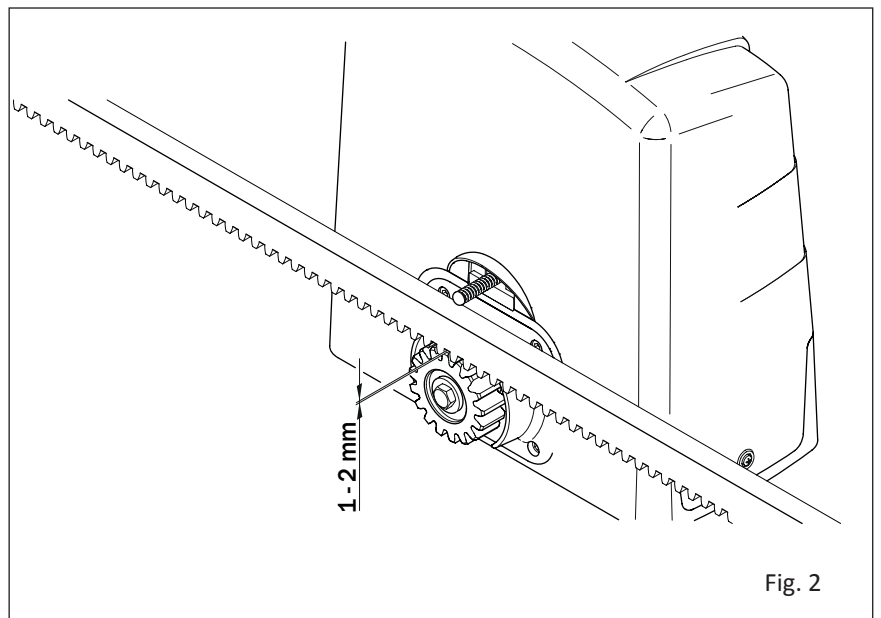

Fig. 2
- Se i finecorsa sono di tipo magnetico le frecce devono essere rivolte verso il centro della cremagliera (fig. 2).